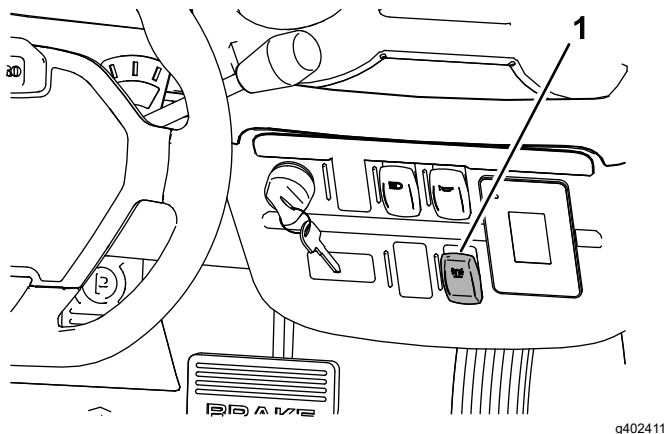

Figure 6
- Pour allumer le gyrophare, appuyez sur le haut de l'interrupteur (Figure 6).